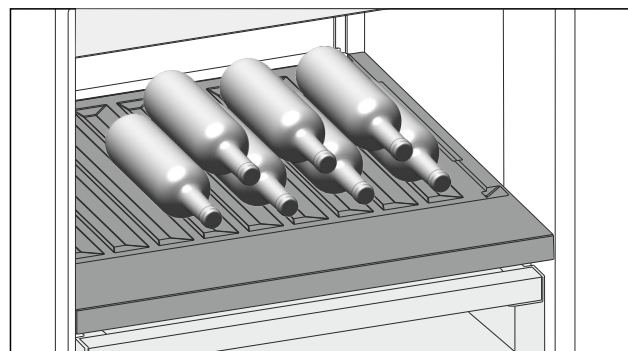

Fig. 107 Représentation à titre d'exemple
- Placer les bouteilles avec le fond orienté vers la paroi arrière de l'appareil. (voir Fig. 107)